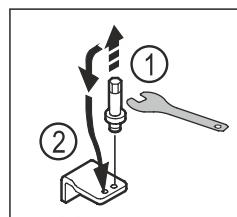

Fig. 19
- ▶ Wykręcić sworznie dolnej płytki zawiasu kluczem imbusowym SW5. Fig. 19 (1)
- ▶ Założyć sworznie po przeciwległej stronie. Fig. 19 (2)